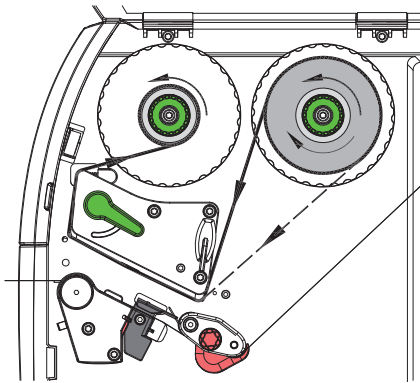

Figure 14 Défilement du ruban transfert
2. Tourner le levier (6) dans le sens inverse des aiguilles d'une montre pour soulever la tête d'impression.
3. Pousser le rouleau de ruban transfert (1) sur le dérouleur (2), de manière à ce que la partie encreée du ruban pointe vers le bas lors du déroulement.
4. Positionner le rouleau (1) sur le dérouleur afin que les deux extrémités du rouleau soient à des valeurs identiques sur l'échelle.
5. Maintenir le rouleau de ruban transfert (1) et tourner le bouton de réglage sur le dérouleur (3) dans le sens inverse des aiguilles d'une montre jusqu'à ce que le rouleau soit fixé.
6. Pousser un mandrin approprié (4) sur l'enrouleur de ruban transfert (5) et le fixer de la même manière.
7. Guider le ruban transfert à travers le mécanisme d'impression comme décrit sur la Figure 14.
8. Fixer le début de ruban transfert avec une bande collante sur le mandrin (4). Respecter le sens de rotation, à l'inverse des aiguilles d'une montre, de l'enrouleur de ruban transfert.
9. Tourner l'enrouleur (5) dans le sens inverse des aiguilles d'une montre pour lisser le ruban transfert.
10. Tourner le levier (6) dans le sens des aiguilles d'une montre pour verrouiller la tête d'impression.